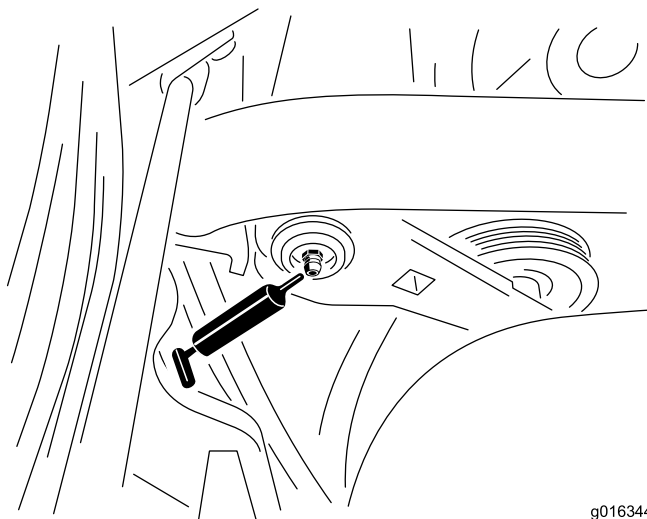

Figure 36
1. Essuyez les graisseurs pour éviter que des impuretés ne pénètrent dans le roulement ou la bague (Figure 36).